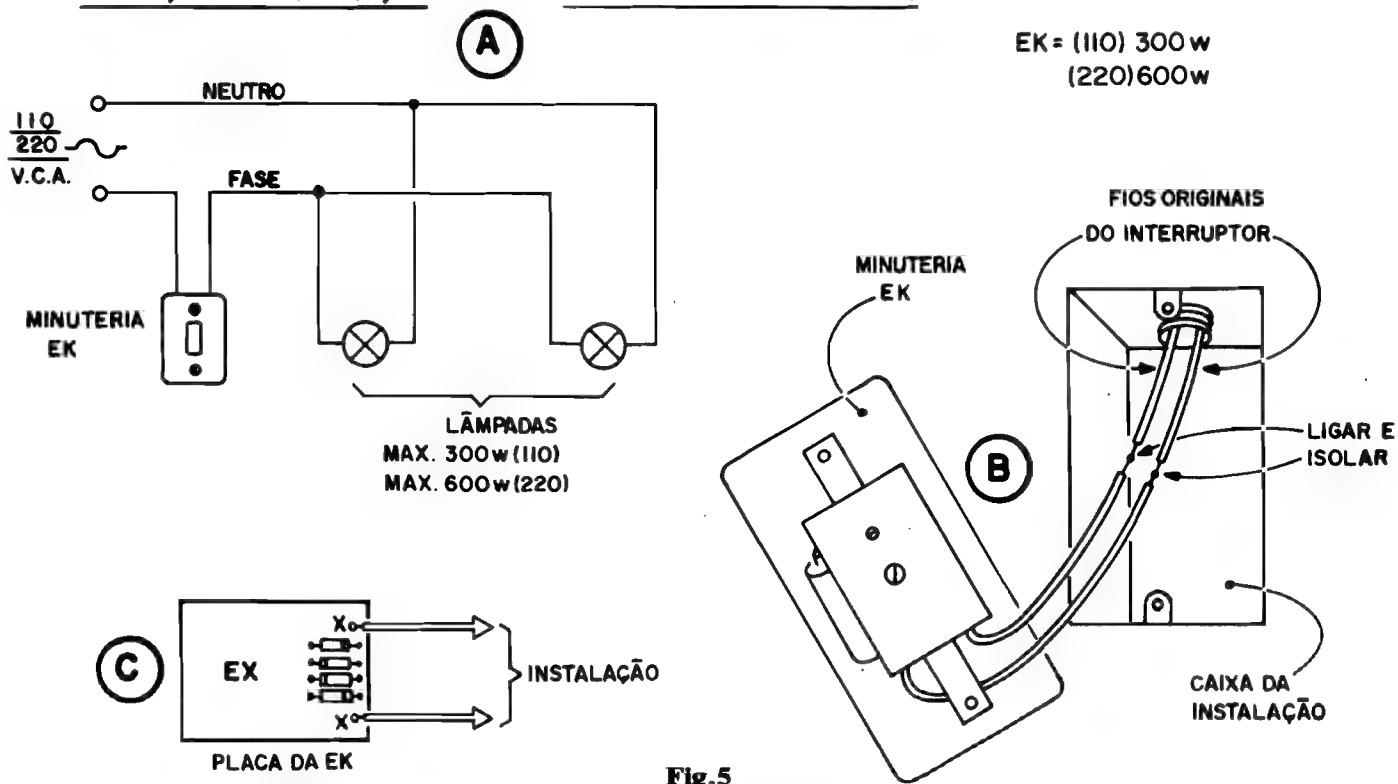

Fig.5
- FIG. 5 - INSTRUÇÕES PARA A INSTALAÇÃO - Nos três diagramas da figura, temos **importantes** informações visuais para a correta instalação da EK, que devem ser observadas com atenção: